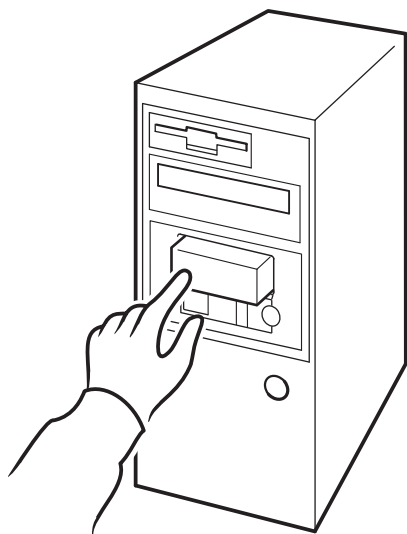

Figure 17a : hp obdr, étape 1
- 1 Insérez la cartouche amorçable la plus récente dans le logement 1 du panier et placez-la dans le chargeur automatique (voir figure 17a). La cartouche doit être enregistrée par une application de sauvegarde enregistrant les données sur bande au format CD-ROM.